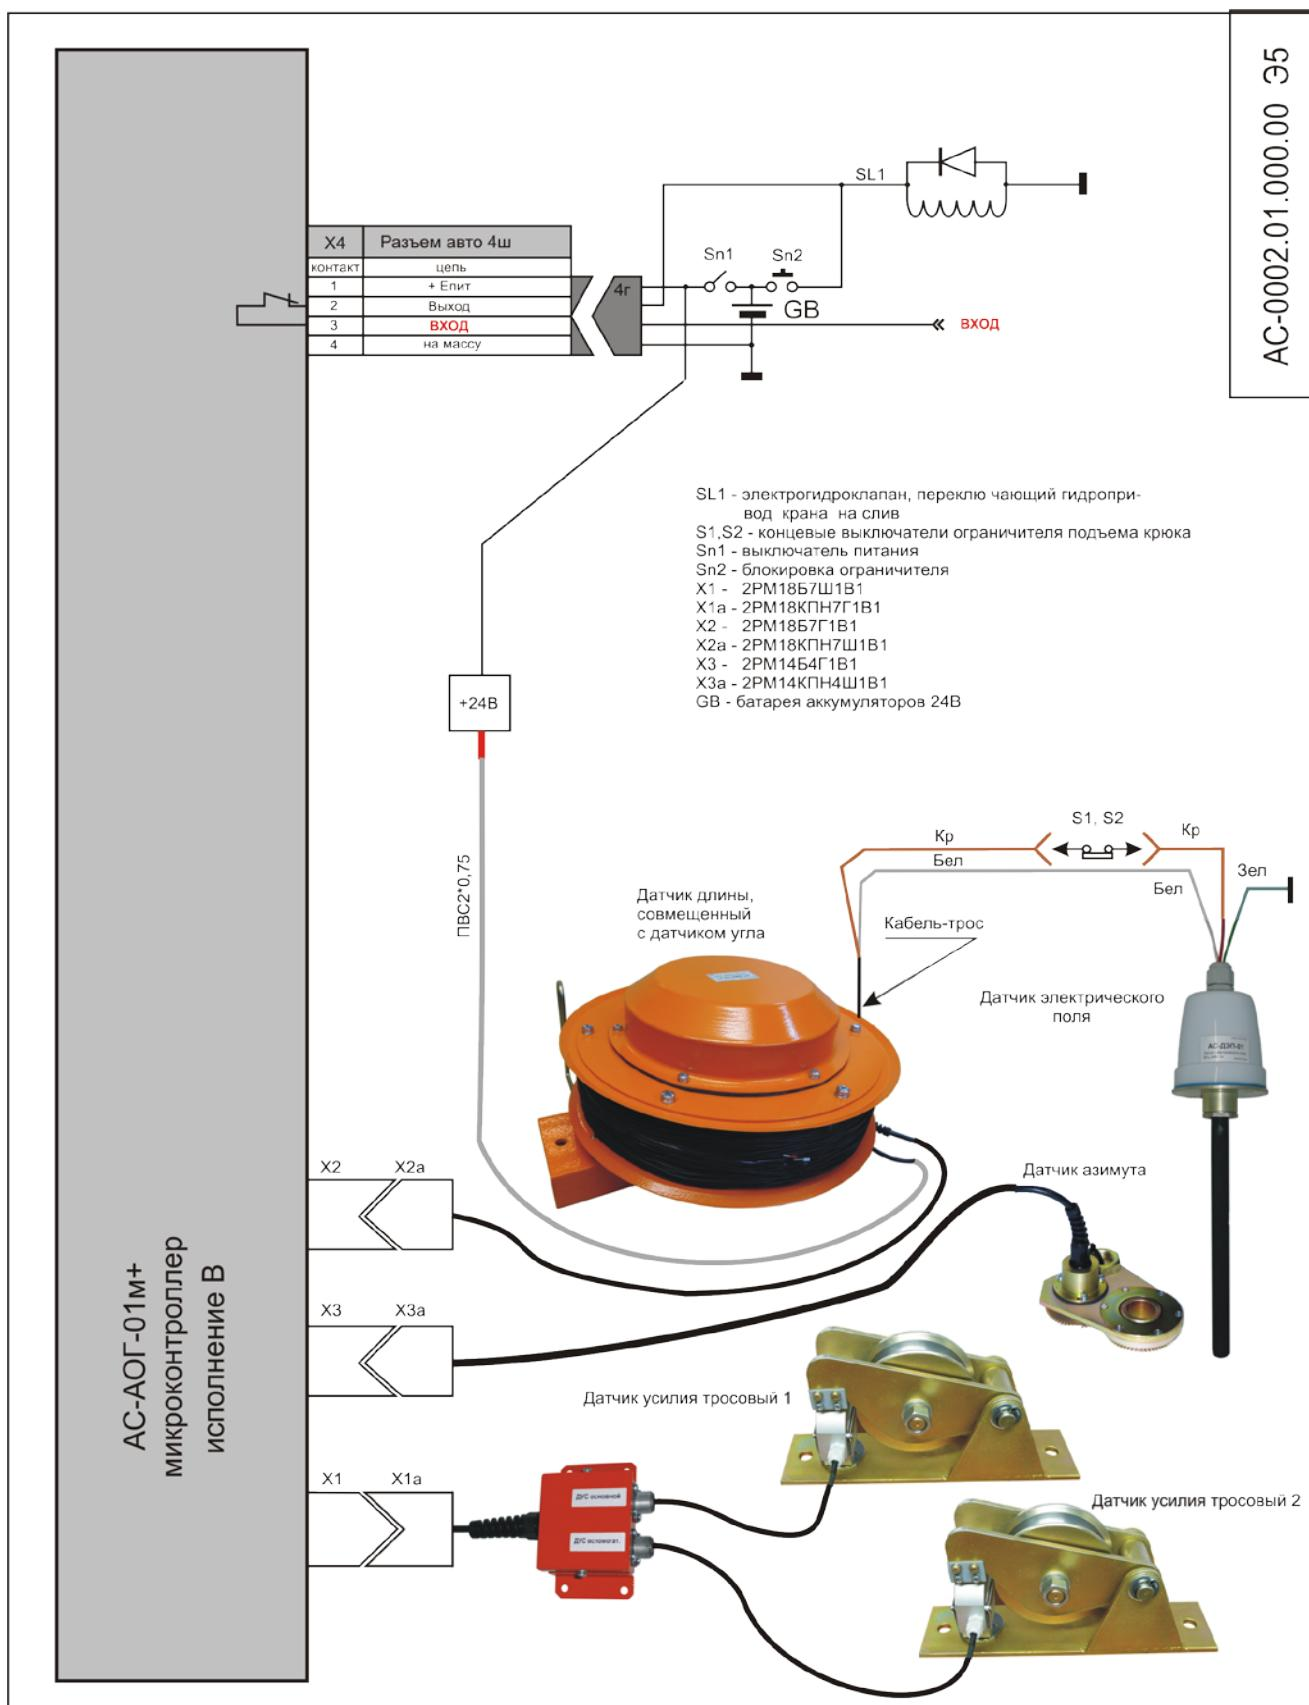

Рис.3
6.1. Описание работы проводится по схеме подключения рис.3.
Подсоединение АОГ к электрооборудованию крана должно быть произведено в соответствии со схемой подключения рис.3, а именно к разъему X4 расположенному на тыльной стороне блока АОГ (рис.2), на задней стенке.
В обычной практике применения крана достаточно использовать подключение по схеме Рис.3.
7.4. Подключение составных частей, а также подключение системы АОГ к системе электрооборудования крана производите в соответствии со схемой подключения АС-0002.00.000.00м З5, рис.3.